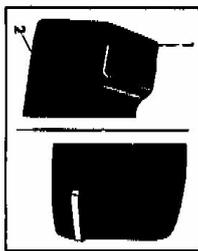

Abb. 9
-Die Kloppe [1] der Steckbohrse [Q] an den Körper des Schnellanschlusses [2] drücken und kontrollieren, ob die beiden Teile richtig ineinander rasten (Abb. 9). Nachdem das Zubehör montiert worden ist, die Steuerungen am Handgriff betätigen, um die gewünschten Funktionen einzuschalten.